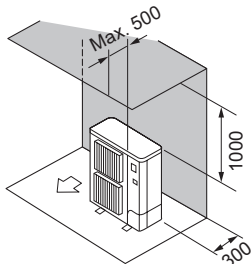

Fig. 2-7
- ② Solo ostacoli posteriori e superiori (Fig. 2-7)